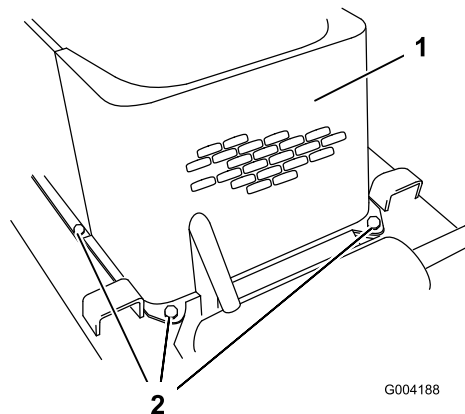

Figura 27
- Rimuovete i 4 bulloni che fissano la griglia anteriore al telaio della trattoria (Figura 27).